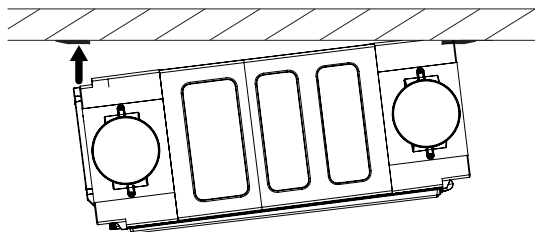

Afb. 1
2.4.6 Lijn de eerste plafondbeugel uit en bevestig deze. Houd rekening met de beschikbare plafondruimte om de unit te monteren. Bepaal de tweede beugelpositie (zie afb. 1) en draai vier schroeven NIET handvast aan in elke gleuf in het binnenste linkerpunt. Hierdoor kan de beugel in de juiste positie geplaatst worden om de unit goed te bevestigen.